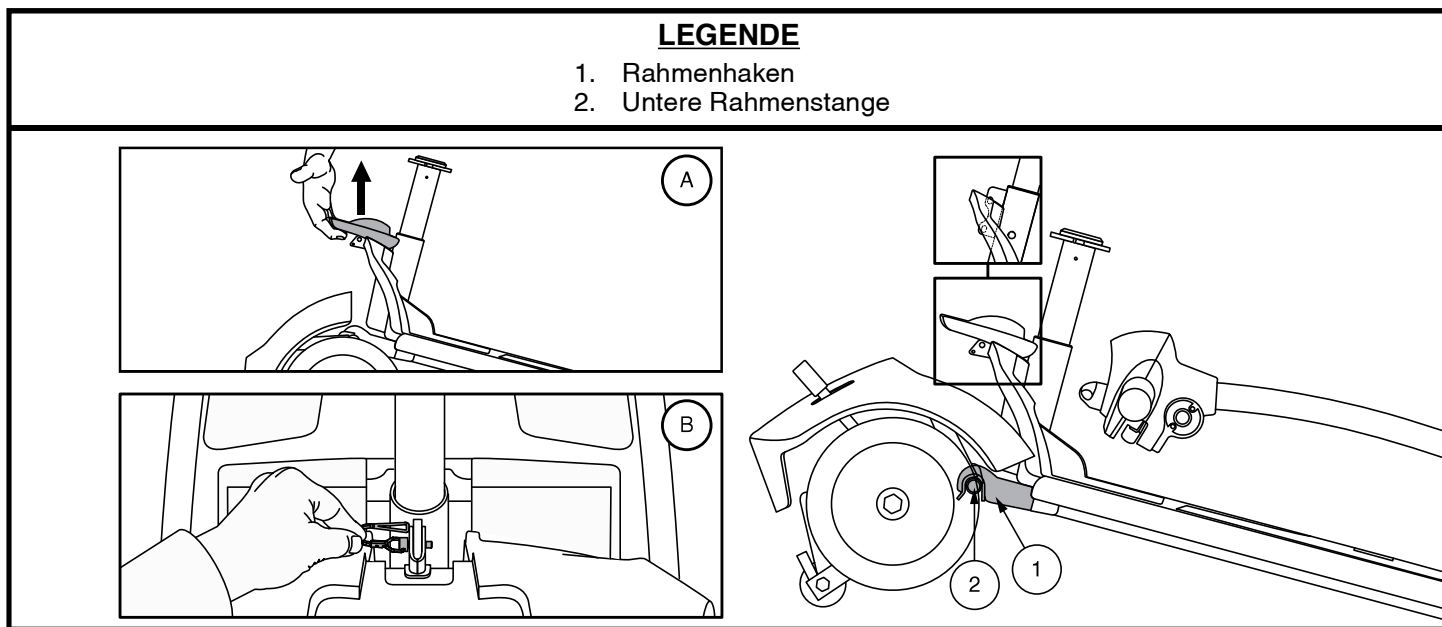

Abb. 33. Rahmenverriegelungshebel (Stil A) and Rahmenverschluss (Stil B)
4. Trennen Sie vorsichtig die beiden Teile. **Siehe Abb. 33.**
HINWEIS: Kippen Sie den hinteren Teil des Elektromobils vor dem Zusammenbau etwas nach hinten auf die Stützräder, wie in Abb. 33 gezeigt.
1. Benutzen Vorderteils den Rahmenverriegelungshebel (oder das Hinterteil an der Sitzstütze anheben für modelle 36, 336, 83 und 84) Sie zum Anheben und richten Sie die Rahmenhaken des Vorderteils an der unteren Rahmenstange des Heckteils aus. **Siehe Abb. 33.**
2. Wenn sich die Rahmenhaken über der unteren Rahmenstange befinden, senken Sie das Vorderteil ab und drehen gleichzeitig das Heckteil. Bei den Modellen 39, 40, 44, 40LX, 40X, 44X, 40E, 44E, 44LX, 50LX, 50LXLIT, 53, 53HD, 54, 54LX, 54LXLIT, 54HD, 66, 67, 73, 74 und Jazzy ZTS greift dadurch automatisch die Rahmenverriegelung. Bei den Modellen 36, 336, 83 und 84 müssen Sie zum Abschluss der Rahmenmontage außerdem den Rahmenverschluss wieder anbringen. **Siehe Abb. 33.**